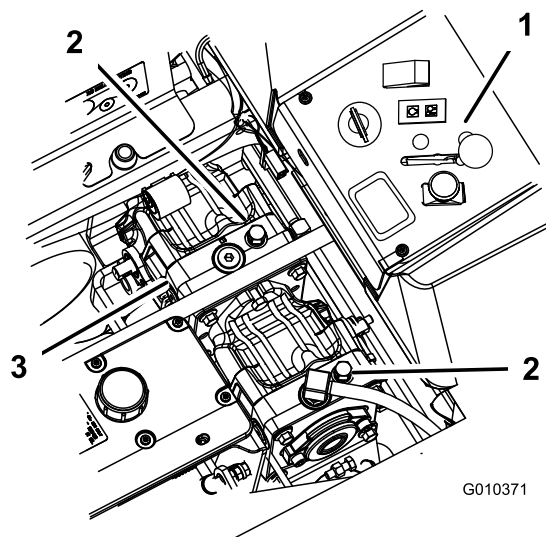

Figura 33
2. Ruotate le valvole di bypass in senso antiorario di 1 giro per spingere (Figura 33).
Girate le valvole di bypass di un giro in senso orario per azionare la macchina (Figura 33).